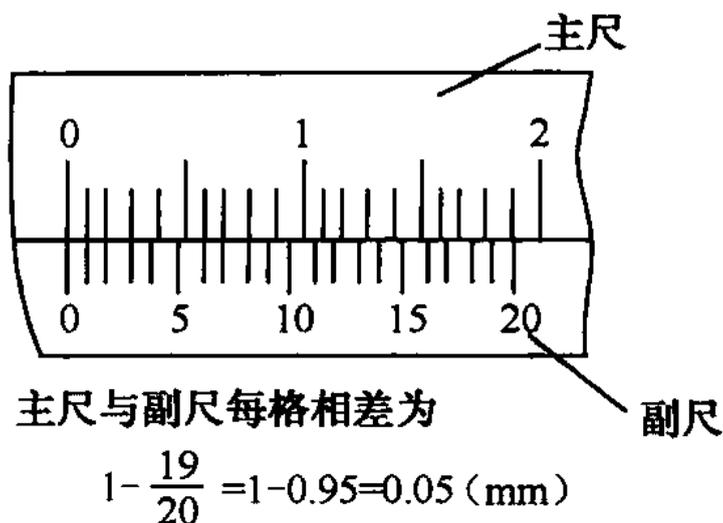

图 1-12 0.05mm 游标卡尺刻线原理
(3) 刻线原理 (图 1-12):
①0.05mm (1/20) 游标卡尺。主尺每格 1mm，主尺上的 19mm 在副尺 (游标) 上等分 20 格，则副尺每格 =  $19/20 = 0.95$  (mm)，主尺与副尺每格相差  $1 - 0.95 = 0.05$  (mm)。所以，0.05mm 游标卡尺的测量精度为 0.05mm。